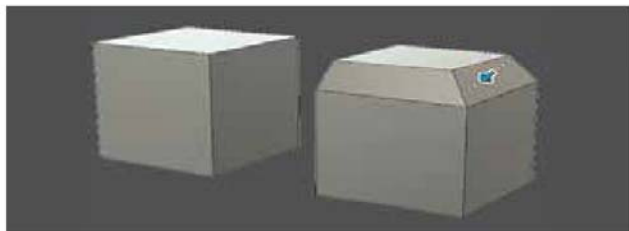

图 2-69
(4) **倒角**: 为一个或多个边添加倒角。选择目标边, 然后指定距离。注意: 这里的倒角倒的是切角, 如图 2-69 所示。